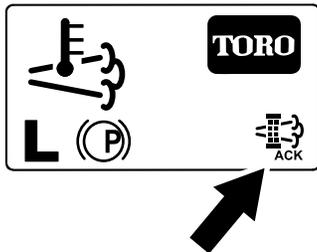

Figura 58
8. El InfoCenter muestra la pantalla de inicio y aparece el icono de Regeneración aceptada (Figura 58) en la esquina inferior derecha de la pantalla mientras se realiza la regeneración.